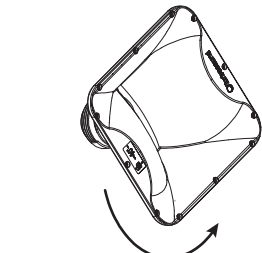

Fig. 5
6. Gire a buzina para obter o padrão de cobertura desejado (fig. 5).